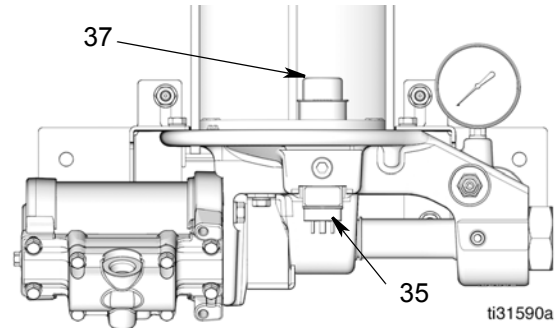

FIG. 11: Flotteur de l'indicateur de niveau bas en haut
Lorsque le réservoir d'huile est plein, le flotteur de l'indicateur de niveau bas (37) est en haut comme montré sur la FIG. 11.